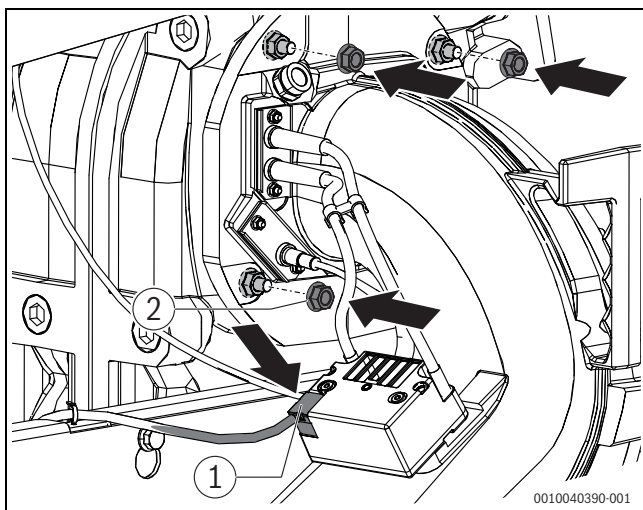

Рис. 73 Монтаж смесительного патрубка
- ▶ Установите соединительный кабель трансформатора зажигания, как показано на Рис. 73.